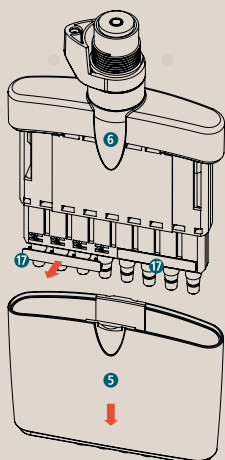

Fig. 10
- Quite el casquillo de expulsión **5** aflojando/alzando la fijación **6** (Fig.10).